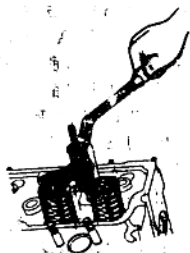

图 1-14 气门的拆卸
(1) 将气缸盖平放在木板上或工作台上。
(2) 把专用工具套在摇臂座紧固螺栓上，旋上螺母，使专用工具下移压缩气门弹簧，取出气门锁夹，如图 1-14 所示。
(3) 拆下专用工具，将气门弹簧和上座一起取下。
(4) 拆下气门杆锁簧,取出气门,作好标记或放置在专用的支架上,以防错乱。